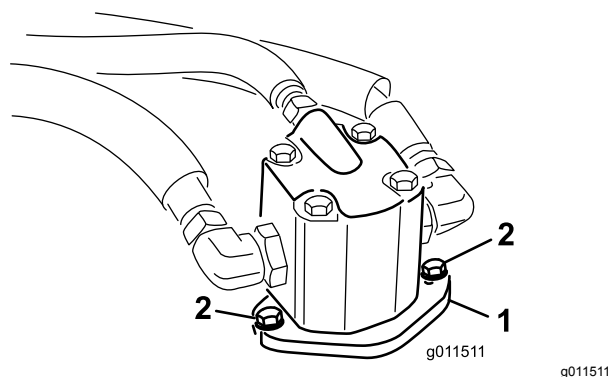

Figura 114
- Retire los pernos que sujetan el motor hidráulico a la carcasa de corte (Figura 114).